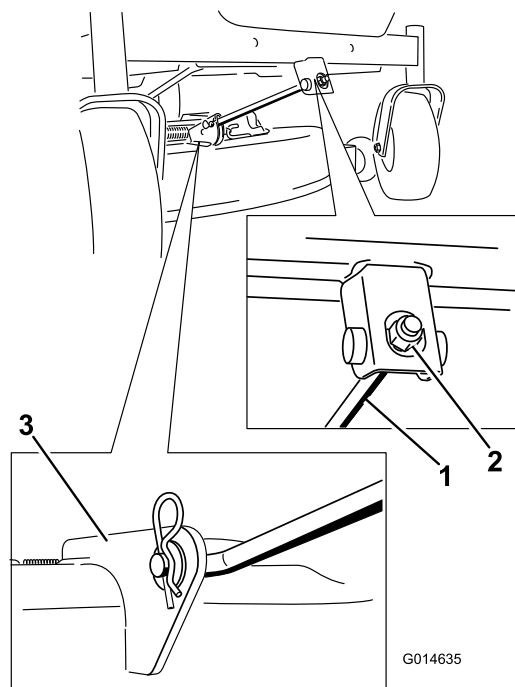

Рисунок 71
5. Снимите шплинт с переднего опорного стержня и снимите стержень с кронштейна деки (Рисунок 71).
- Прикрепите передний опорный стержень к деке газонокосилки с помощью шплинтуемого штифта и шплинта (Рисунок 71).